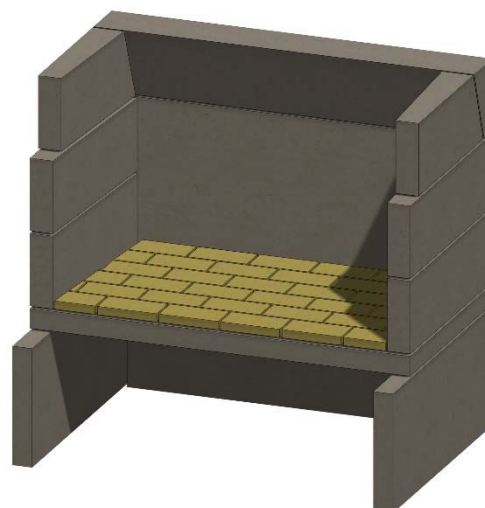

Figura 17. Ladrillo refractario para el suelo
J. Forre el hogar, utilizando ladrillos refractarios divididos y juntas de mortero de 1/pulgada⁴. Instale primero los ladrillos refractarios en el suelo, con 1/pulgada⁴ de Stone Age Multi-Purpose Ready-Mix u otro mortero de alta temperatura. Véase la figura 17.